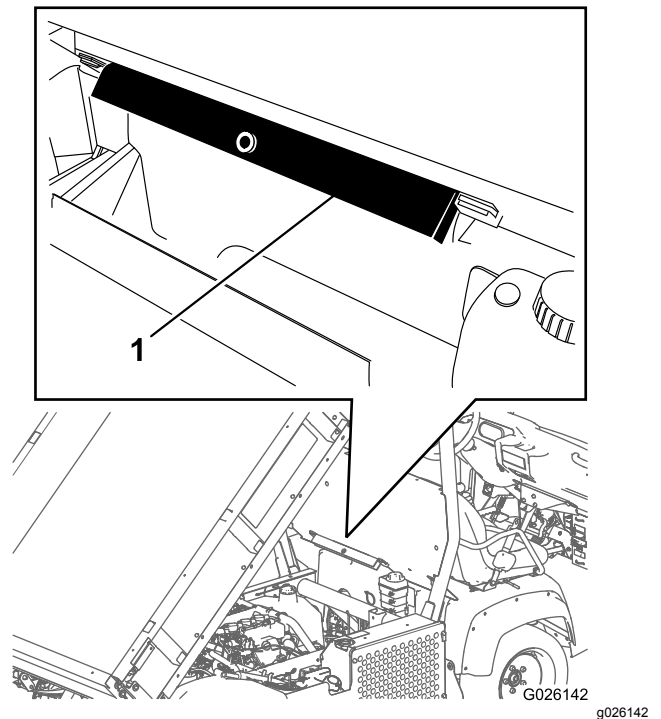

图21
2. 从 ROPS 面板背面的存放架上取下货斗支架 图21。